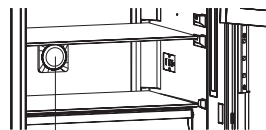

Fig 1
Pour changer la position de la tablette de porte réglable ; Levez l'avant de la tablette (1) et déplacez la tablette de porte réglable vers le haut ou vers le bas (2) avec les deux mains (Fig 1). Avant de relâcher la tablette de porte, assurez-vous qu'elle est bien positionnée dans les positions ad hoc sur la porte.